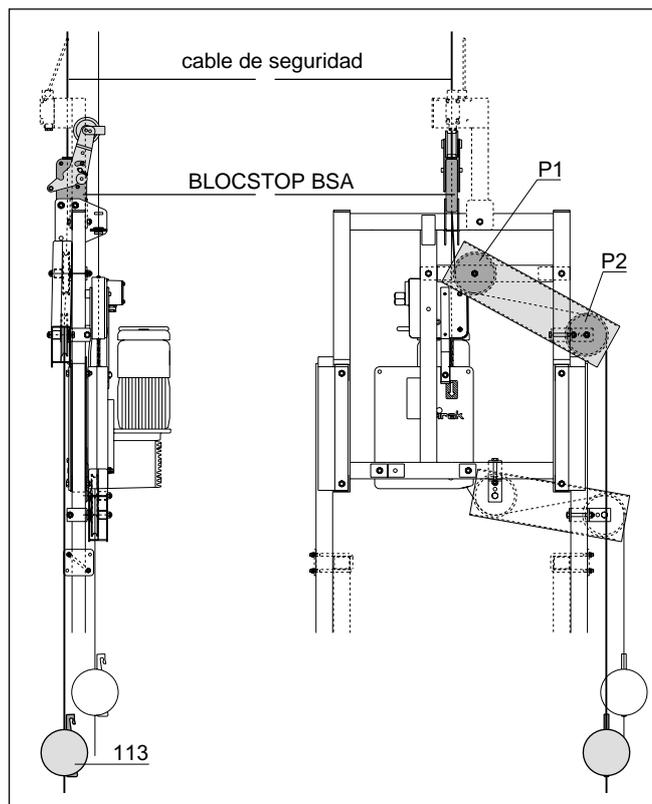

Fig. 1.33
c) ... en las liras en cuadro (Fig. 1.33)
- Antes de introducir el cable de seguridad (152) en el anticaídas BLOCSTOP BSA (109) verificar que no esté enredado alrededor del cable de elevación (151).
- Colocar un contrapeso (113) en cada cable de seguridad, aproximadamente a unos 20 cm del suelo.